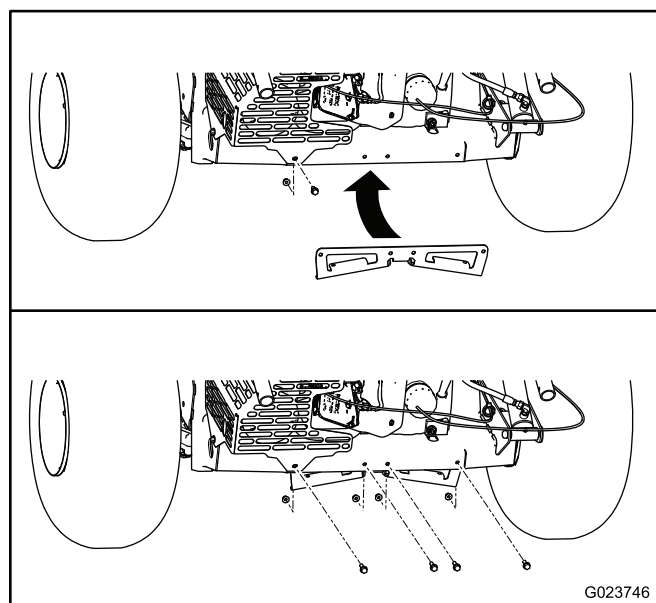

Figure 14
1. Retirez l'écrou et le boulon qui fixent la protection du silencieux à l'arrière de la machine (Figure 14).
3. Fixez le support de cadre au moyen de 4 boulons (5/16 x 1 po) et 4 contre-écrous à embase (5/16 po) ; voir Figure 14.